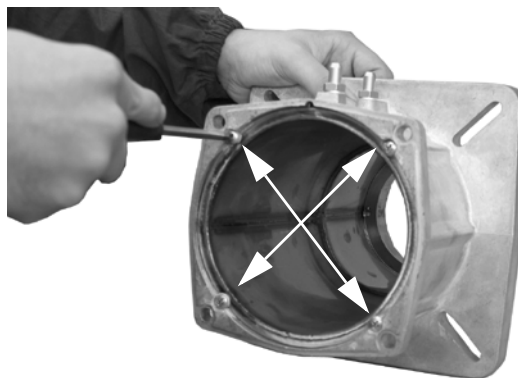

Fig. 11
- 4 Extraer los 4 tornillos que fijan la tobera al botón (Fig. 11).